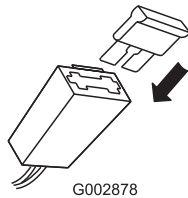

Figure 27
- Placez le fusible dans le porte-fusible (Figure 27).